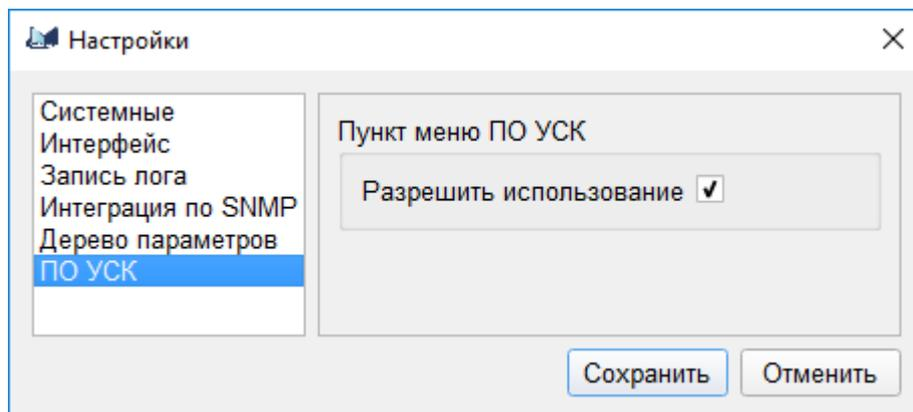

Рис. 17
3.5.7.2. Раздел *"ПО УСК"* диалогового окна настроек позволяет настроить разрешение использования ПО УСК, описанного в 6.12, в контекстном меню станций СПО "Мастер М". Общий вид диалогового окна настроек приведен на рис. 17.